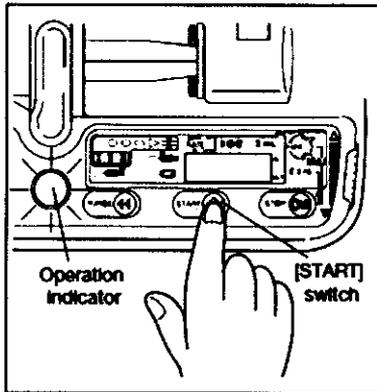

Fig. 20: Operation indicator: Indicador de funcionamiento ; [START] switch: botón [COMIENZO]
- 2) Pulse el botón [COMIENZO] para comenzar la infusión. El indicador de funcionamiento se encenderá en verde y girará (Fig. 20)